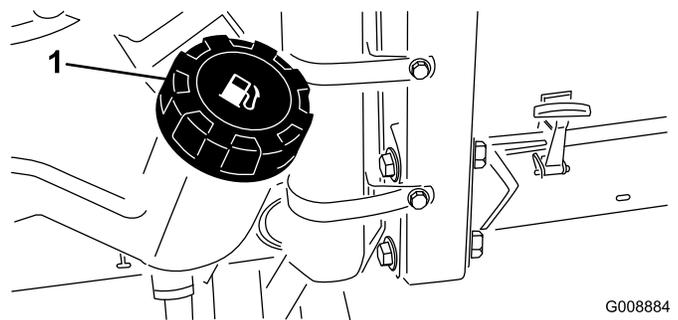

Figura 39
1. Limpie la zona alrededor del tapón del depósito de combustible (Figura 39).